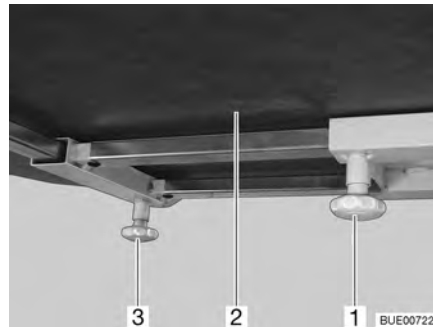

Fig. 90 Mesa fija
- Aflojar el tornillo moleteado (Fig. 90,1).
- Desplazar a la posición deseada el tablero de la mesa (Fig. 90,2).
- Aflojar el tornillo moleteado (Fig. 90,3).